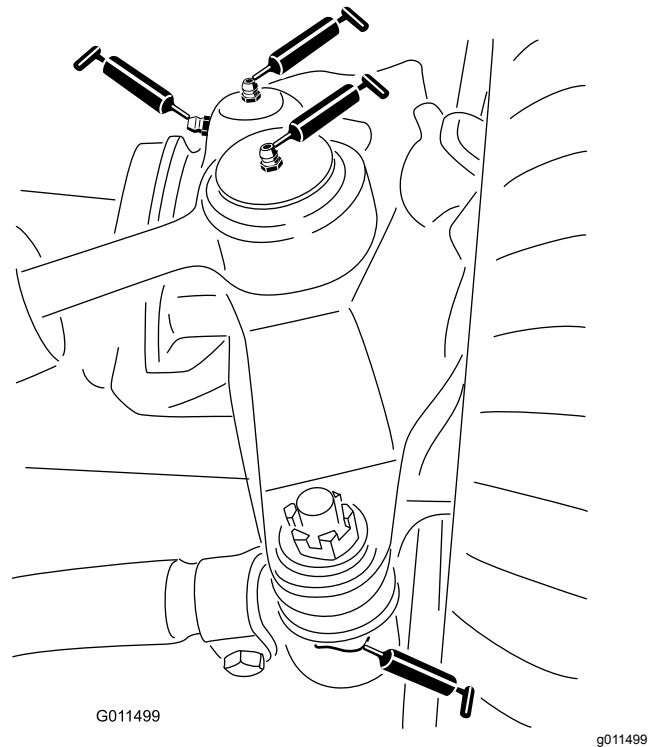

Figura 60
- Rótulas do cilindro de direção (2) (Figura 60)
- Rótulas esféricas da barra de ligação (2) (Figura 60)
- Buchas do pino principal (2) (Figura 60).